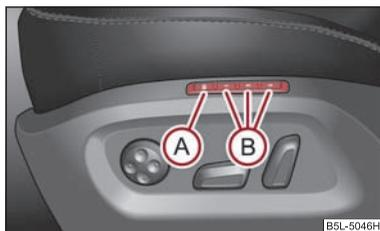

Fig. 59 Sedile lato guida: tasti di memorizzazione e tasto SET
- Premere il tasto **SET** (A) ⇒ fig. 59.
- Premere uno dei tasti di memorizzazione (B) entro 10 secondi dalla pressione del tasto **SET**: un segnale acustico conferma la memorizzazione della regolazione del sedile.
La funzione Memory del sedile permette di memorizzare la propria posizione ottimale per il sedile lato guida e gli specchietti retrovisori esterni. Ad ognuno dei tre tasti di memorizzazione (B) ⇒ fig. 59 è possibile abbinare una posizione individuale, per un totale di tre posizioni. Dopo aver premuto il relativo tasto di memorizzazione (B), sia il sedile che gli specchi esterni vengono automaticamente regolati nelle posizioni che erano state abbinate a tale tasto ⇒ pag. 67.
- **Breve pressione:** Premere brevemente il tasto di memorizzazione desiderato (B) ⇒ pag. 67, fig. 59. Sia il sedile che gli specchi esterni vengono portati automaticamente nelle posizioni memorizzate (ciò vale solo se l'accensione è inserita e se la velocità è inferiore a 5 km/h).
- **Pressione prolungata:** premere e mantenere premuto il tasto di memorizzazione desiderato (B) sino a quando il sedile e gli specchi assumono le posizioni memorizzate.